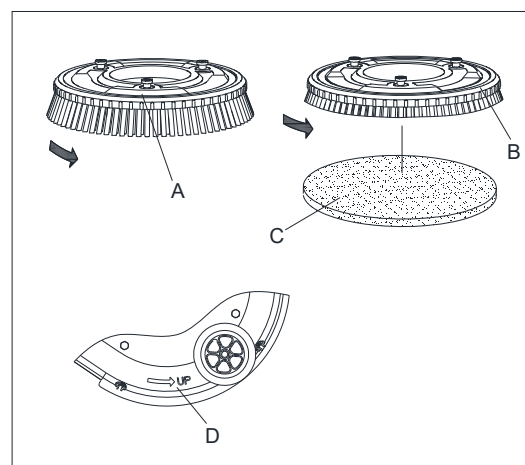

Figura 4
Instale uma escova adequada (A, Figura 4) ou Almofada (B e C, Figura 4) de acordo com o tipo de chão a ser limpo.
2. Coloque o suporte da escova / base no chão sob o cubo da escova e alinhe o centro, depois rode o suporte da escova / base na direcção (D como Figura 4) para instalá-lo manualmente.
3. Pressione o botão One-Start (38 como Figura 2) no painel de controle, levante as escovas (9 como Figura 2) do chão, pressione o botão de liberação da escova (40 como Figura 2) para liberar as escovas automaticamente. Rotativo na direcção oposta (D como Figura 4) pode desmontar manualmente o suporte da escova / base.